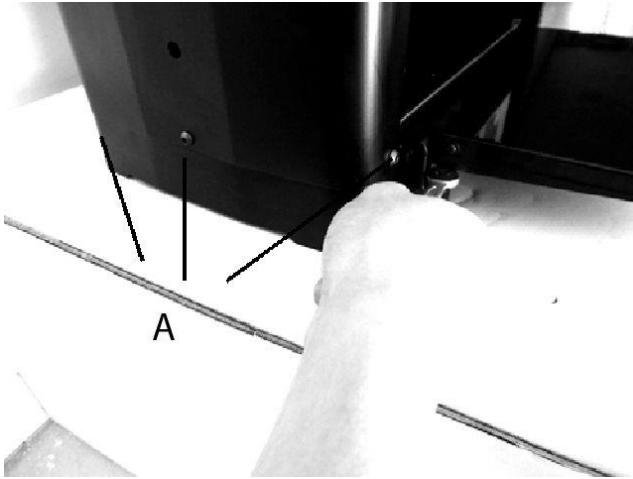

Рис. 12
3. На левой боковой панели выверните 3 винта с внутр. шестигранником (А), расположенные вокруг нижнего края, и снимите боковую панель, чтобы открыть крышку коробки подач. См. Рис. 12